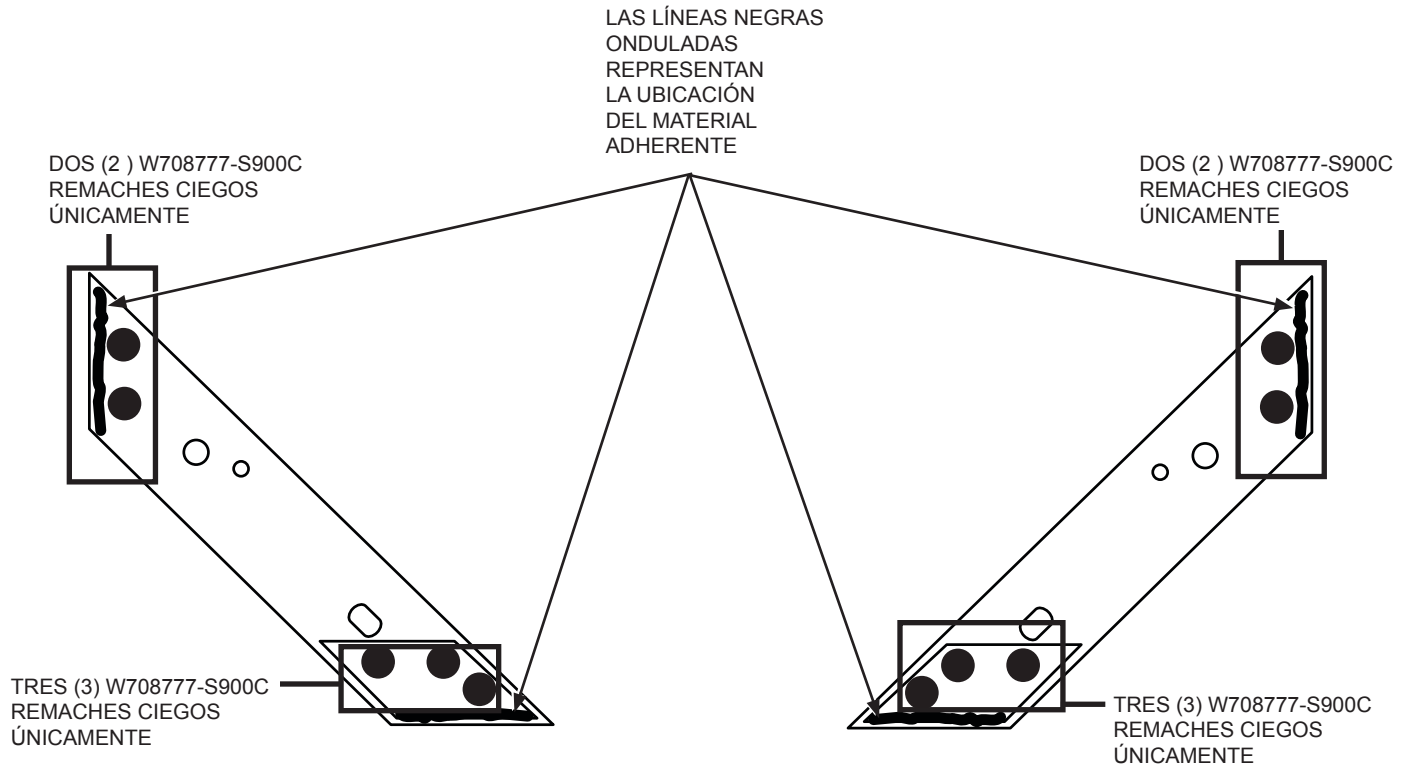

FIGURA 1
- (Consulte la Figura 1) para ver la ubicación de los remaches y el material adherente.